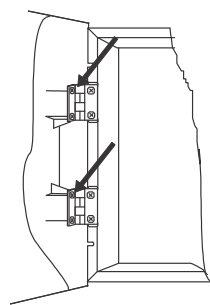

Figura 3.
- Rimuovere il coperchio frontale svitando le viti delle cerniere - Figura 3.